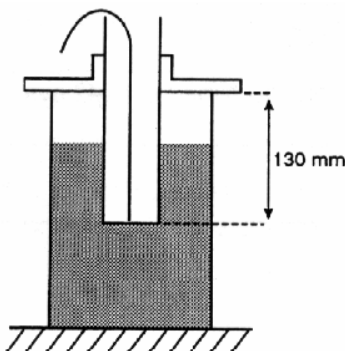

Fig. 2
4. Ich stelle das Ganze mit Zylinder und Obturateur auf den Tank (siehe Fig. 2).
4. Ich stelle nun das Messrohr mit Halter auf den Behälter (siehe Fig. 2).